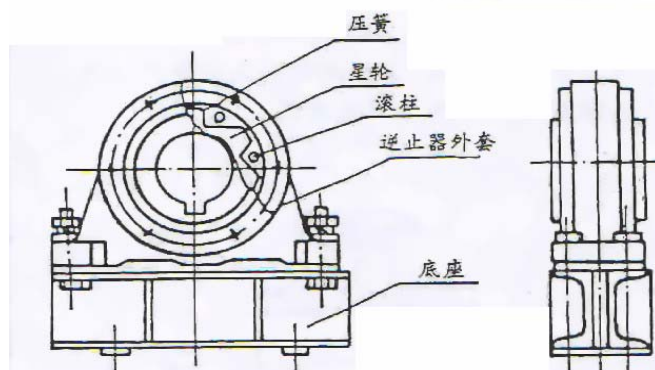
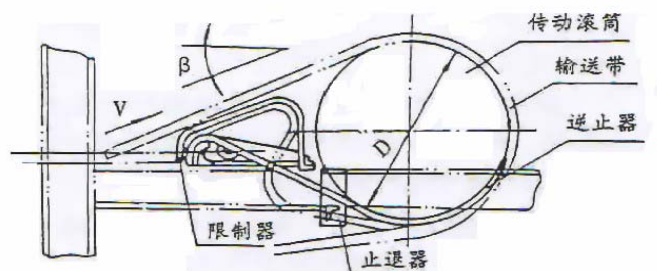

图 7 滚柱逆止器
图 8 带式逆止器
④减速器：使用 ZQ、ZL 渐开线双级圆柱齿轮减速器及 NGW 行星齿轮减速器三种系列产品。
⑤低速联轴器：TD75 型全部采用十字滑块联轴器，其材质有 ZG45 铸钢及 QT60-2 球墨铸铁两种。
⑥逆止器：对于倾斜向上输送的输送机，为了防止有载停车时的输送带逆行，应设逆止器。TD75 型有滚柱逆止器及带式逆止器两种形式。滚柱逆止器的结构见图 7，它实际上是一种超越离合器。与 ZQ650-1000 及 ZL 型减速器相配，装在另一低速轴端上。其底座与减速器安装在同一底座上。带式逆止器用于逆转力矩较小的情况，其结构见图 8。
在输送机正常运转时，输送带下方分支给予逆止带的摩擦力使逆止带卷曲在限制器里（如图中假想线位置）。止退器此时挡住逆止带端部的扁钢使逆止带不致翻转，随时处于准备逆止状态。一旦输送机有载停车，输送带在物料作用下开始逆行时，输送带的摩擦力将带动逆止带运动，直至逆止带夹在传动滚筒与输送带之间且被拉直为止，起到逆止作用。（如图 8 实线位置）在现场安装时按上述要求将逆止器焊在头架上。